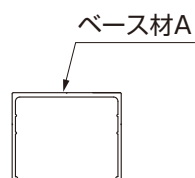
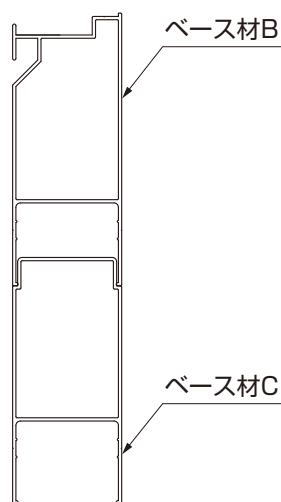

図2-13
図2-14
- ベース材には種類があります。（図2-13、図2-14、図2-15参照）